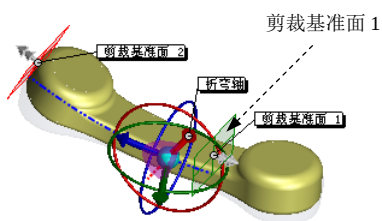

图 3.25.8 剪裁基准面 1 的位置
Step6. 定义剪裁基准面 1 的位置。在 **剪裁基准面 1** 区域的  文本框中输入数值 95，此时发现剪裁基准面 1 的位置发生了变化，如图 3.25.8 所示。